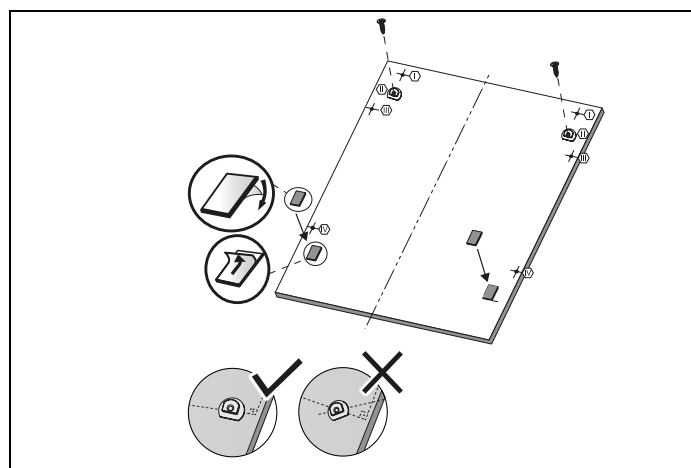

Fig. 25
4) Como se muestra en la Fig. 25, los plásticos de montaje de la puerta se instalan en las posiciones II y las tiras de madera de fijación de la puerta se instalan en las posiciones que se muestran en la figura.